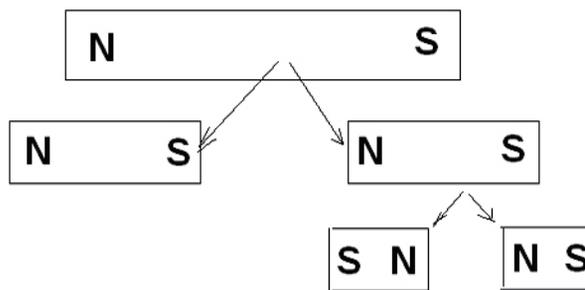

Figura 134 – Cortando um ímã, sempre surgem novos pólos
Os pólos Norte (N) e Sul (S) de um ímã são inseparáveis, pois quando o cortamos no meio, novos pólos surgem de modo que sempre tenhamos um ímã completo. Na figura 134 podemos observar essa importante propriedade dos ímãs.